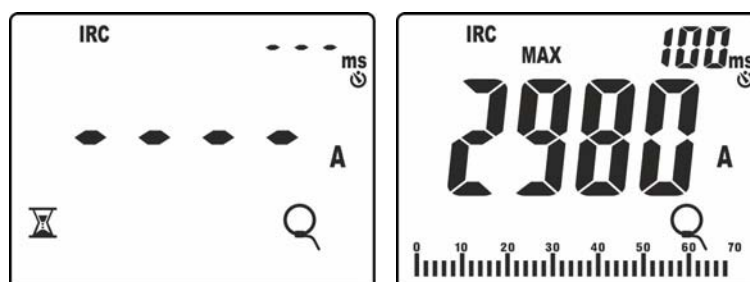

Fig. 43: Riconoscimento evento corrente di spunto
8. Premere il tasto **GO/HOLD** per attivare la funzione. Lo strumento si pone in attesa del riconoscimento dell'evento (valore misurato superiore alla soglia fissa di trigger pari all'**1%FS pinza: ex 30A per FS = 3000A**) mostrando il simbolo "⌚" a display (vedere Fig. 43 – parte sinistra) con emissione di un suono intermittente ogni 2s
9. Al riconoscimento dell'evento **la misura si arresta automaticamente** e lo strumento mostra nel display principale il valore **Max RMS** calcolato sul tempo di valutazione di **100ms** (default) riportato nel display secondario (vedere Fig. 43 – parte destra), ~~con emissione di un doppio suono~~